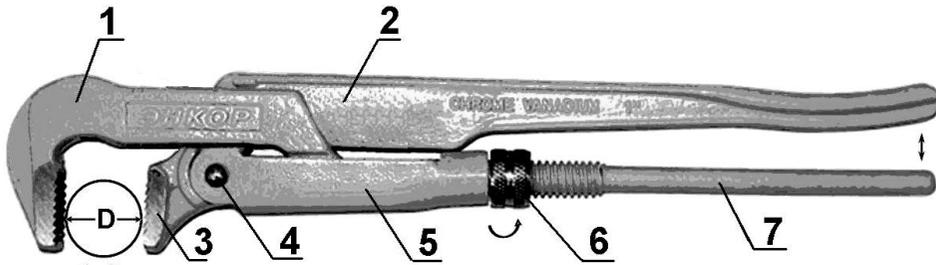

Рис. 1
2. Вращая гайку (6), установите расстояние между губками ключа в соответствии с диаметром используемой трубы.
5. Сжимая и разжимая рычаг (2) и рукоятку (7), гайкой (6) установите надёжный контакт губок ключа с используемой трубой.
6. Удерживайте рычаг (2) и рукоятку (7) кистью руки с постоянным усилием. Не перекашивайте ключ, аккуратно и плавно поворачивайте его по направлению от неподвижного рычага (2) к рукоятке подвижного рычага (7).
**ПОМНИТЕ!** При значительном усилии сжатия неподвижного рычага (2) и рукоятки подвижного рычага (7) может произойти деформация трубы (смятие).
7. Для освобождения ключа или для перехвата трубы необходимо развести рычаг (2) и рукоятку (7). Установите ключ на трубе в удобном положении, повторите пункты 4- 6.
8. Для вращения трубы в обратном направлении необходимо переустановить ключ в зеркальном положении, Рис. 1.